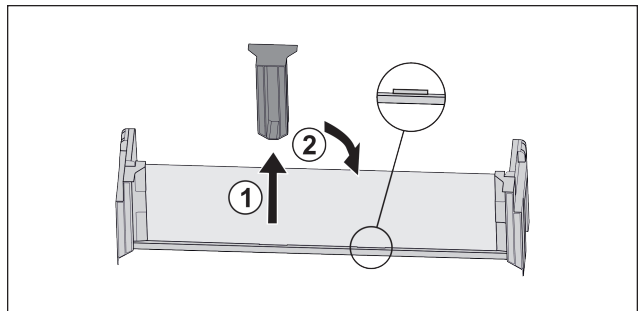

Fig. 98
- ▶ Mittleres Halteteil abziehen Fig. 98 (1).
- ▶ Mittleres Halteteil auf zweiter Position einsetzen Fig. 98 (2).